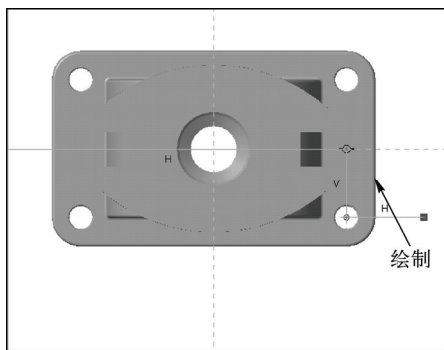

图 11-87 绘制草绘截面
STEP 03 此时系统自动创建一个剖面，按〈Enter〉键确认，返回“截面”选项卡，在绘图区中选择“DTM2”平面，进入草绘环境，单击“草绘”选项卡中的相应按钮，绘制草绘截面，如图 11-87 所示。